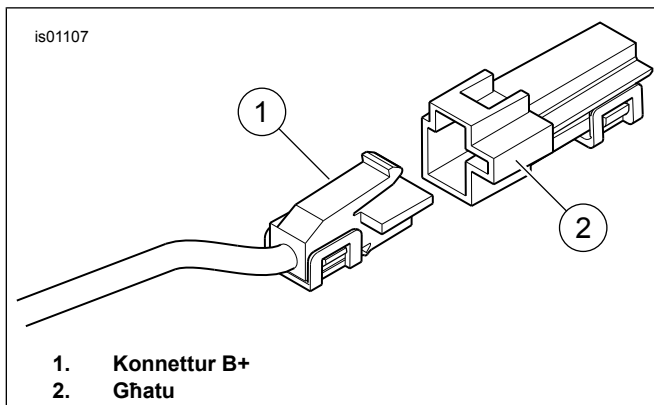

Figura 5. Konnettur B+
- Ara Figura 5 . Sib il-lokazzjoni tal-konnettur B+ (pożittiv tal-batterija) (1) fuq il-harness prinċipali tal-elettriku taħt is-sedil (wajer aħmar ma' konnettur griż mhux użat). Nehħi l-cover (2) mill-konnettur.